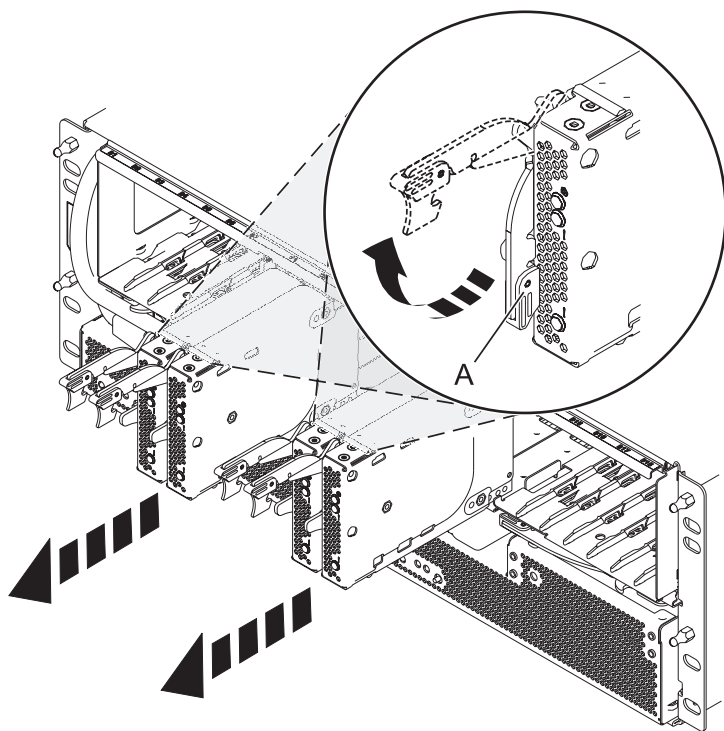

Figure 75. Retrait de la carte de port du fond de panier
5. Retirez les cartes de port et les obturateurs, comme illustré dans la figure 75, à la page 84.